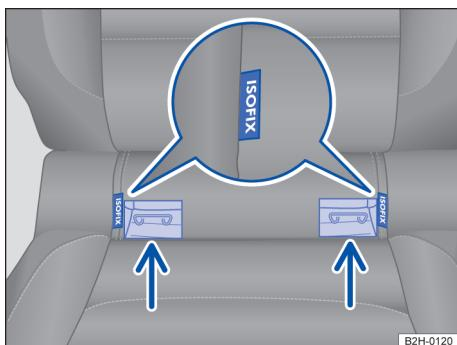

Fig. 43 No banco do veículo: identificação dos pontos de ancoragem inferiores para cadeiras de criança.
Dois olhais de retenção para cada cadeira, os chamados pontos de ancoragem, encontram-se entre o encosto e o banco nos assentos laterais do banco traseiro → Fig. 43.
- Colocar a cadeira de criança nos olhais de retenção no sentido das setas → Fig. 43. As aberturas de introdução encontram-se perpendicularmente ao lado da inscrição ISOFIX. A cadeira de criança deve engatar de modo seguro e audível (clique).
- Posicionar a cadeira de criança sobre a superfície do banco e prender os ganchos dos cintos de fixação nos olhais de fixação → Fig. 43, desde de que os cintos de fixação tenham sido fornecidos juntamente com a cadeira de criança.